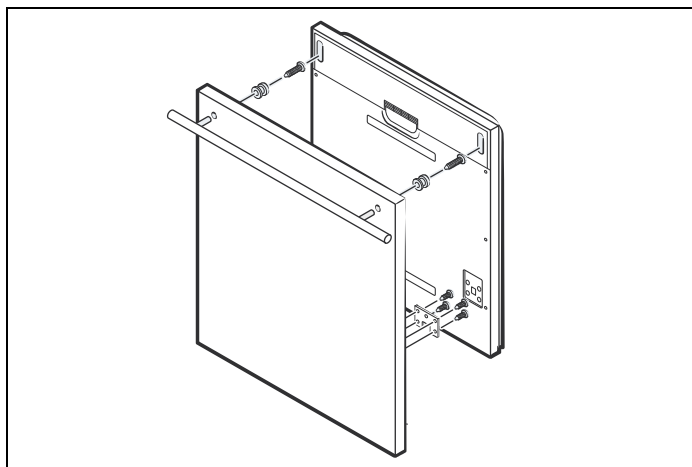

Fig. 16
2) Fastgør krogen på det tilpassede lågepanel, og sæt den ind i åbningen på opvaskemaskinens yderlåge (Fig. 16).